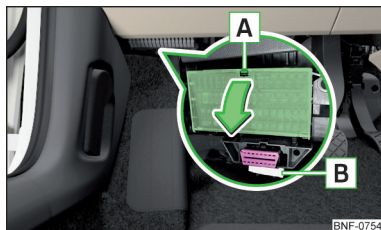

Fig. 135
Siguranțele se găsesc sub volan, în partea inferioară a bordului » fig. 135.
- Apăsăți curelușa de siguranță **A** » fig. 135.